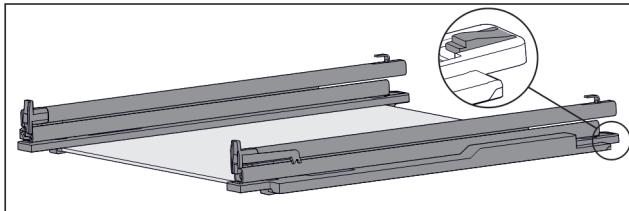

Fig. 117 Skleněná deska s kolejničkami a přídržnými díly
► Přídržný díl vzdoru stlačte dolů (viz Fig. 117) a současně zasuňte kolejničku dozadu.